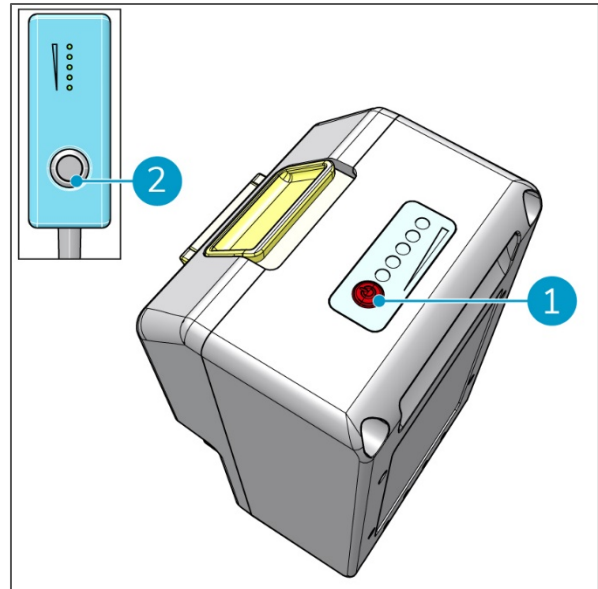

Figura 13
2. Verifique as baterias premindo o botão vermelho (Figura 13, posição 1) em cada bateria individual. Consulte também a secção 2.1.
3. Prima o interruptor ligar/desligar no controlo remoto (Figura 13, posição 2) para desligar o i-move 2.5B®.